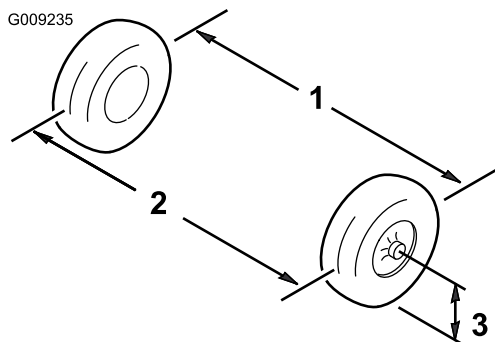

Figura 32
3. Misurate la distanza tra i pneumatici anteriori all'altezza dell'assale, davanti e dietro le ruote (Figura 32).